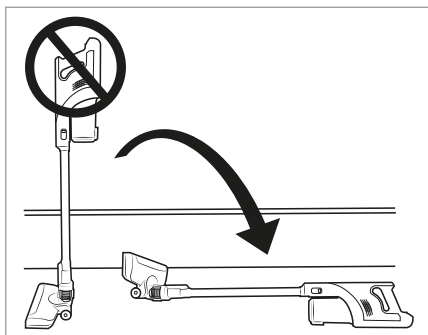

Fig. 9
- ▶ Não tente colocar o aspirador na vertical quando deixar temporariamente de o utilizar ou o pretender largar. Nesse caso, coloque o aspirador no suporte de parede **18** ou deixe-o no chão (ver fig. 9 e 10). Caso contrário, o aspirador poderá cair devido ao seu centro de gravidade elevado, sofrer danos e, eventualmente, danificar outros objetos ao cair.